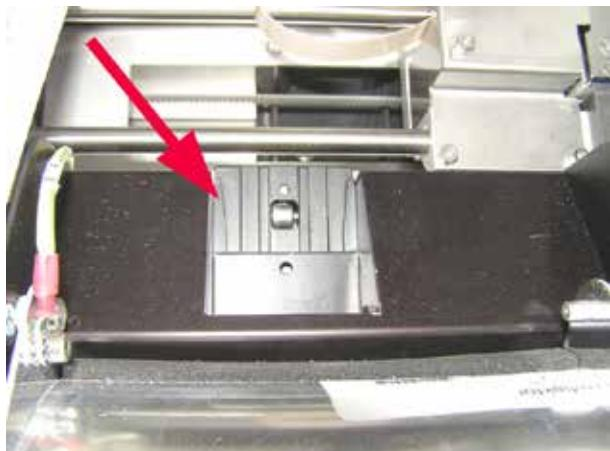

图 47
- 载玻片分配槽 (→ "图 47")
分配槽必须清洁 (→ "图 47")。